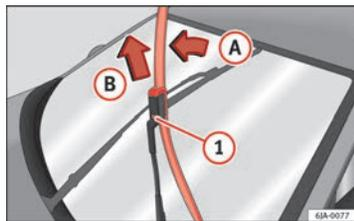

Fig. 67 Spazzole dei tergicristalli
- Rimuovere il braccio del tergicristallo dal cristallo muovendo leggermente la spazzola nel senso del braccio - freccia (A) ⇒ fig. 67.
- Con l'altra mano sbloccare la sicurezza ① ed estrarre la spazzola nel senso della freccia (B).